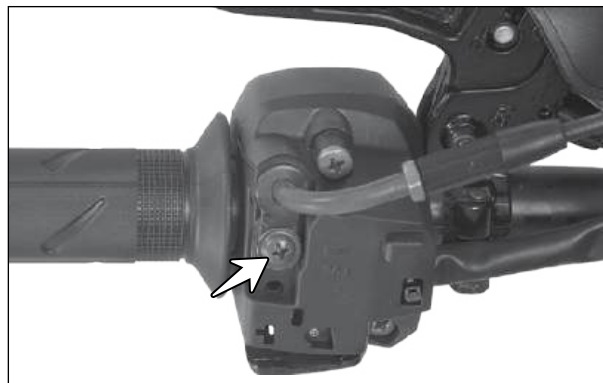

Fig. 2.33
- Remova o parafuso da trava do cabo do acelerador (seta) da parte inferior do alojamento da manopla do acelerador. (Fig. 2.33)